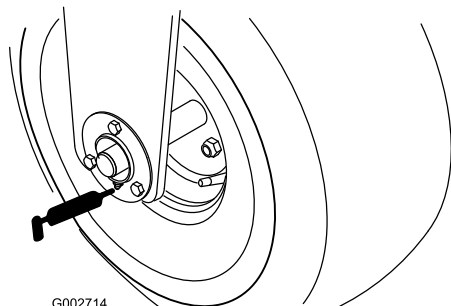

Figura 21
- Rolamento da roda dianteira (1) (Figura 21)